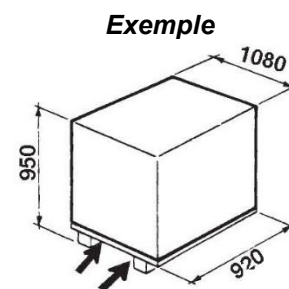

Fig. 2-4
- Introduire les fourches aux points prévus (voir figure 2-4).